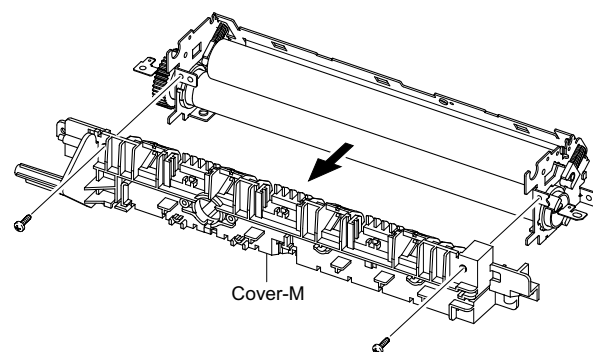

Рисунок 10
12. Отсоедините жгут CBF от галогенной лампы и открутите два винта, которые крепят лампу, рисунок 10.